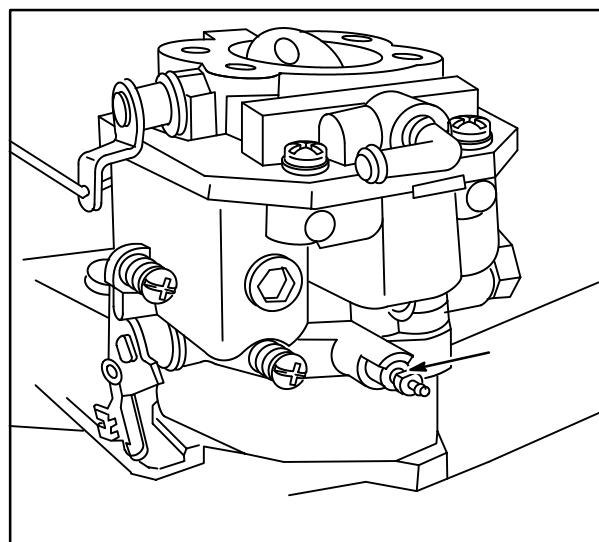

Fig. 7
1. Gire o parafuso de mistura sem carga (1), Fig. 7, no SENTIDO HORÁRIO até encaixar. NÃO FORCE.